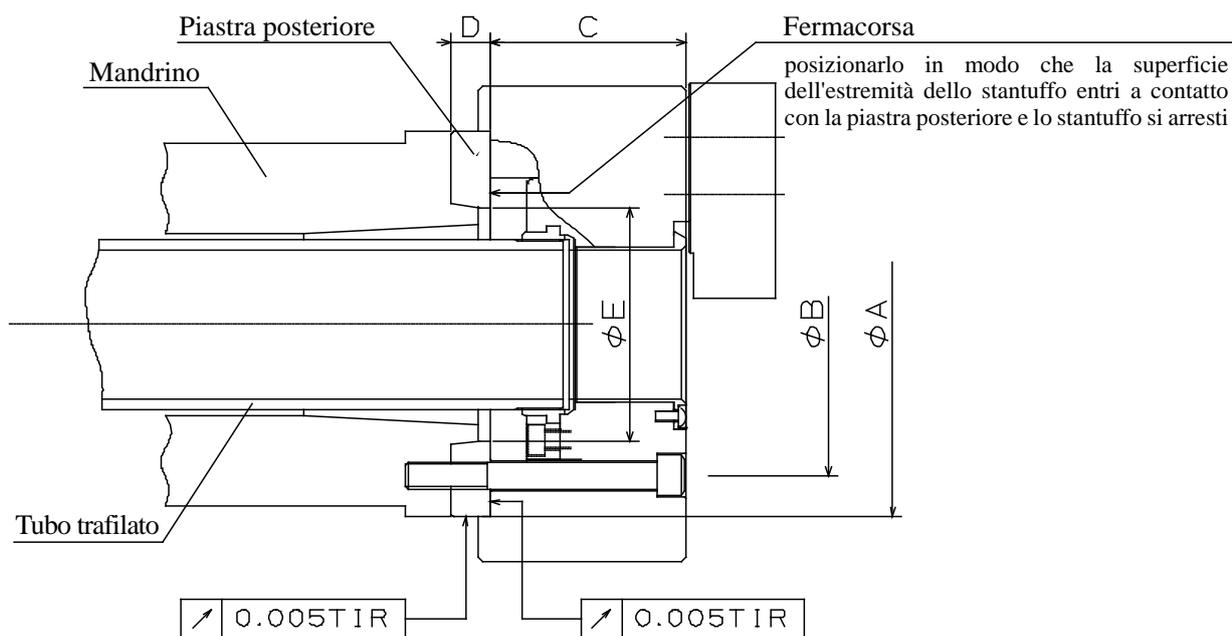

Figura 17
- La figura 17 mostra un JIS conico corto standard.
- **Determinare la dimensione (dimensione ϕ E nella figura 17) della piastra posteriore, affinché la superficie terminale del dado dello stantuffo si congiunga alla piastra posteriore e resti in posizione quando si rimuove il dado dello stantuffo. Se la corsa è maggiore di quella specificata, il mandrino di serraggio potrebbe rompersi o la capacità di presa diminuire.**